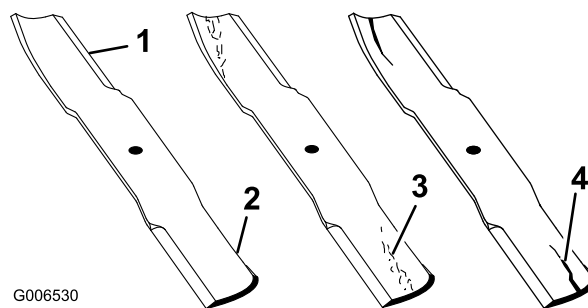

Figure 44
1. Examinez le tranchant des lames (Figure 44).
2. Inspectez les lames, surtout la partie relevée (Figure 44).
Remarque: Remplacez immédiatement toute lame endommagée, usée ou qui présente une entaille (repères 3 et 4 de la Figure 44).